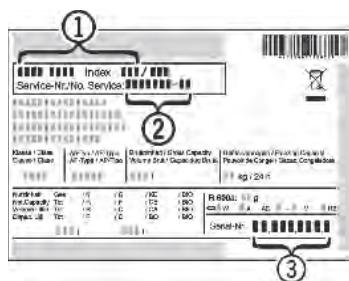

Fig. 9
- Назва пристрою Fig. 9 (1), сервісний номер Fig. 9 (2) та серійний номер Fig. 9 (3) вказані на табличці типів. Табличка типів знаходитьться всередині пристрою, зліва.
- Повідомте сервісну службу про характер неполадки, назву пристрою Fig. 9 (1), сервісний номер Fig. 9 (2) та серійний номер Fig. 9 (3).